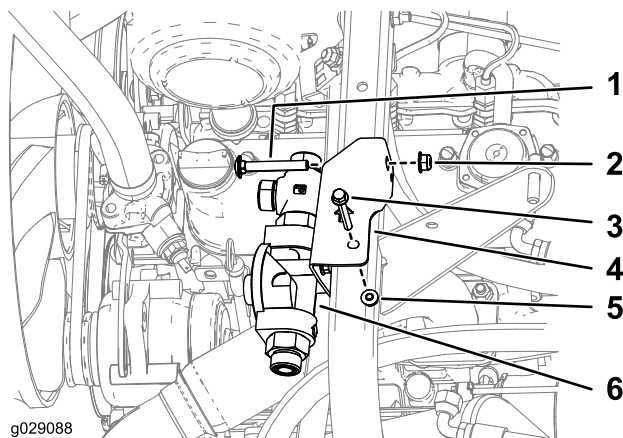

図 12
3. 図 12 に示すように油圧フィルタアセンブリをフレームに取り付ける。